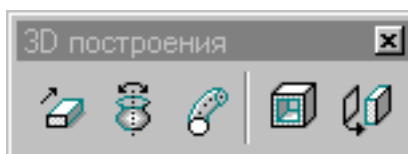

рис. 75
- Поверхность или тело вытягивания формируются путем протягивания или выдавливания плоского элемента - ломаной, кривой, контура, эллипса, В-сплайновой кривой, сложной цепочки или сложного контура. Она размещается в проекте с помощью средства *Создание поверхности вытягивания* из инструментальной панели *3D построения* (рис. 75).
- Поверхность или тело вращения формируются поворотом плоского элемента. Она размещается в проекте с помощью средства *Создание поверхности вращения* из инструментальной панели *3D построения* (рис. 75).
Сложные цепочки и контуры могут протягиваться или вращаться для создания сложных поверхностей. По порядку инструменты в инструментальной панели *3D построения* (рис. 75): создание поверхности вытягивания, создание поверхности вращения, вытягивание тела вдоль линии, пустотелый элемент, утолщение и создание тела.
Из панели пиктограмм *3D основная* (рис. 73) выберите линейку пиктограмм *3D построения* (рис. 75), а в ней пиктограмму *Создание поверхности вращения*. В появившемся диалоговом окне *Создание поверхности вращения* установите параметр *Угол* равный **180** градусам, поскольку наш переходник симметричен относительно осевой линии.